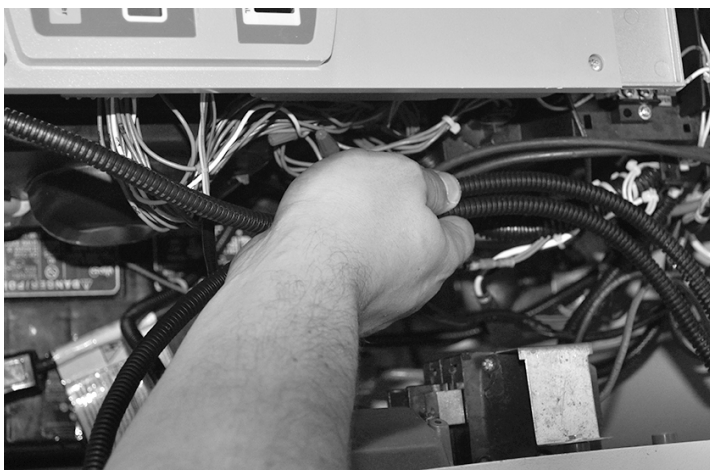

Figure 3-12. Passage du câblage
16. Faites passer le câblage le long du panneau grillagé comme le montre la Figure 3-12. Disposez-le à l'aide d'autres harnais de câble afin d'offrir un soutien supplémentaire.